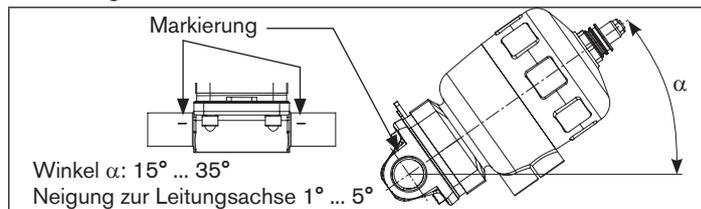

Bild 14: Einbaulage zur Selbstentleerung des Gehäuses
- Zur Leitungsachse einen Neigungswinkel von $1^\circ \dots 5^\circ$ einhalten. Schmiede- und Gussgehäuse: Markierung am Gehäuse muss nach oben zeigen (12-Uhr-Stellung, siehe „Bild 14“).